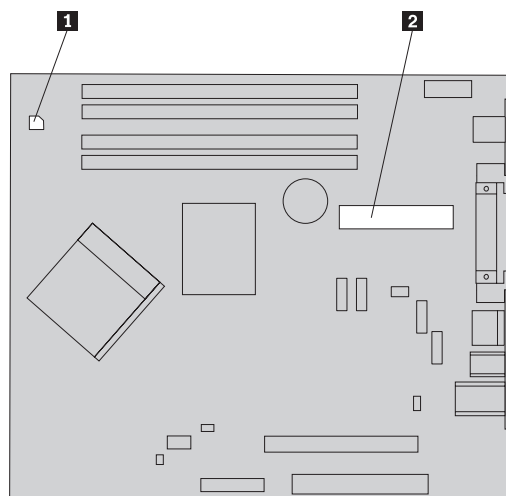

Figura 19. Conectores de la placa del sistema
6. Desconecte los cables de la fuente de alimentación **1** y **2** de los conectores de la placa del sistema y de todas las unidades. Consulte la Figura 19.